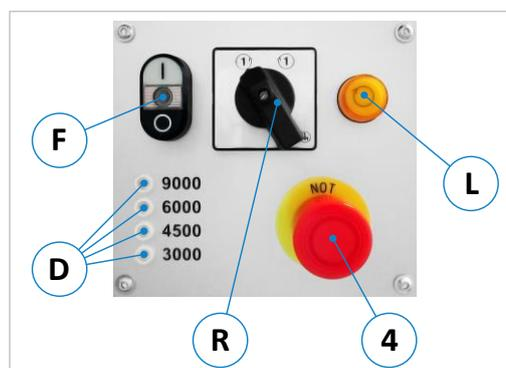

Figure 13 : panneau de commande
Après la mise en marche de l'interrupteur principal (1), la vitesse de rotation réglée en fonction de la position de la courroie est affichée par la lampe de signalisation (D) correspondante (voir ⇒ Figure 13). Le réglage de la vitesse de rotation s'effectue conformément au chapitre ⇒ 11.
En cas de danger ou de dysfonctionnement dans le déroulement du travail, la machine peut être arrêtée rapidement et de manière fiable à l'aide du bouton d'arrêt d'urgence (4) placé sur le panneau de commande (voir Figure 13).
- Lorsque la broche est en marche, appuyer d'abord sur le bouton poussoir (F) sur « O » pour arrêter la broche (voir ⇒ Figure 13). Puis attendre env. 15 secondes → Le frein moteur s'ouvre automatiquement.